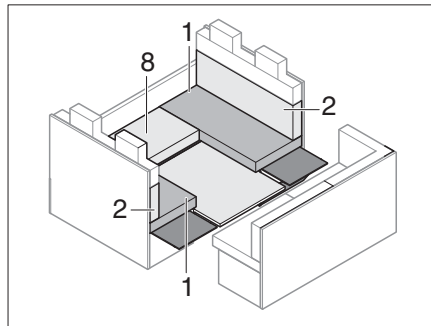

Bild 179 Während des Umbaus
- Sitzpolster (Bild 179,8) und den Unterbau entfernen.